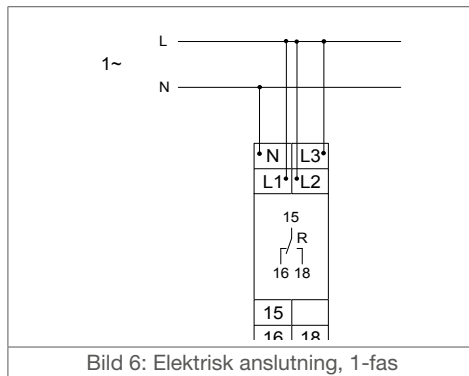

Bild 6: Elektrisk aansluiting, 1-fas
- Sluit het apparaat aan en bedraad het zoals getoond in Afb. 6/7.